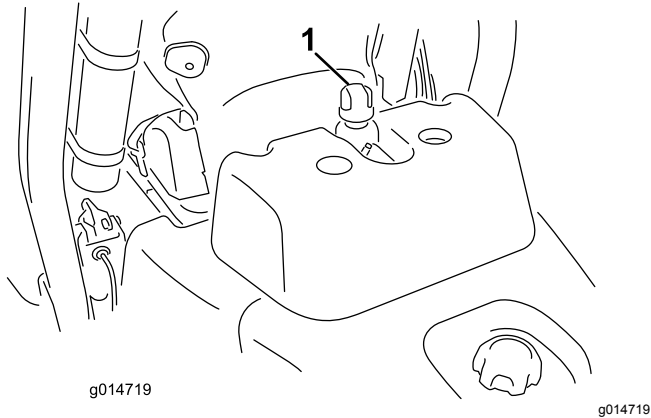

Figura 32
2. Togliete il tappo dal serbatoio (Figura 32).